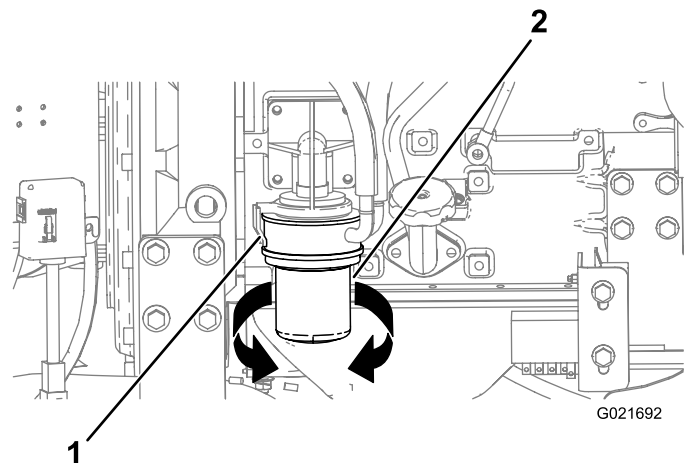

**Figure 124**
3. Placez un bac de vidange ou plusieurs chiffons sous le filtre à huile et son adaptateur (Figure 124).
4. Tournez le filtre à huile dans le sens antihoraire et déposez-le (Figure 124).
8. Alignez le filtre à huile sur son adaptateur et tournez-le dans le sens horaire jusqu'à ce que le joint du filtre rejoigne l'adaptateur (Figure 124).
9. Serrez le filtre à huile à la main de 1/2 tour supplémentaire (Figure 124).